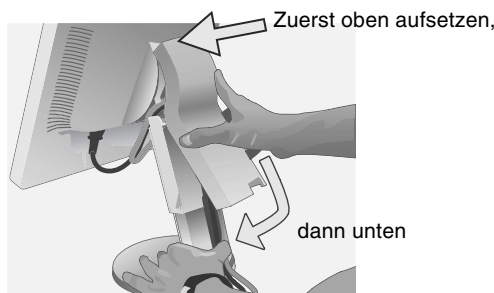
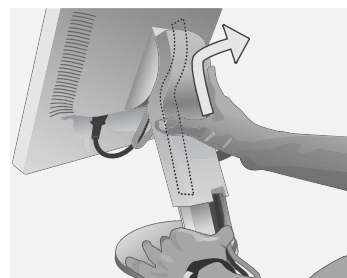

Abbildung D.1
Abbildung D.2
9. Halten Sie alle Kabel fest, und setzen Sie die Kabelabdeckung auf den Fuß (**Abbildung D.1**). Zum Entfernen heben Sie die Kabelabdeckung an, wie in **Abbildung D.2** dargestellt.